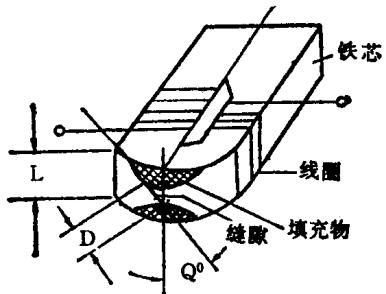

图 1-3 视频磁头结构
2. 视频磁头的结构。它是由线圈、铁芯和磁隙组成如图 1-3 所示。为了便于绕制线圈, 在铁芯的中间开一个小窗口。线圈匝数很少, 一般采用平衡绕制方法绕制磁头线圈。 D 为磁迹宽度, 一般为 $19-70\mu\text{m}$, 磁头片的厚度为 $L = 0.2\text{mm}$ 。在磁头缝隙的周围填充了玻璃填料, 磁头缝隙为 $0.3\mu\text{m}$ 。 Q 为方位角, VHS 录象机中视频磁头的方位角为 $\pm 6^\circ$ 。在磁头缝隙处的弧面半径 R 应与视频磁鼓的半径 R' 相接近。